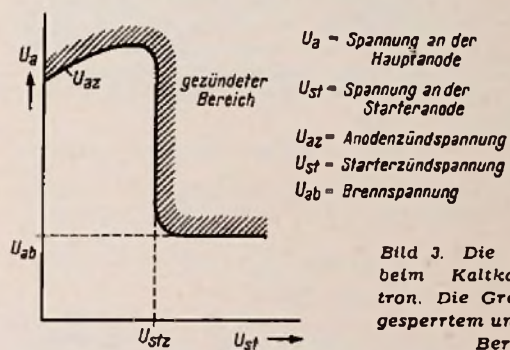

Bild 3. Die Zündkennlinie beim Kaltkathoden-Thyratron. Die Grenze zwischen gesperrtem und gezündetem Bereich
a) Die Zündkennlinie (Bild 3)
Der gezündete Bereich ist in Bild 3 schraffiert angedeutet. Er liegt oberhalb $U_{a1} = U_{a2}$ und rechts von $U_{st} = U_{st2}$.